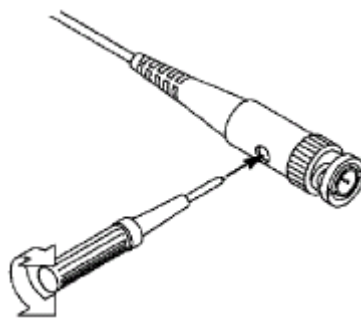

Abbildung 3-5: Prüfspitzenabgleich
2. Überprüfen Sie die angezeigte Wellenform und stellen Sie die Prüfspitze ein, bis die Kompensation korrekt ist. Siehe *Abbildung 3-4* und *Abbildung 3-5*.